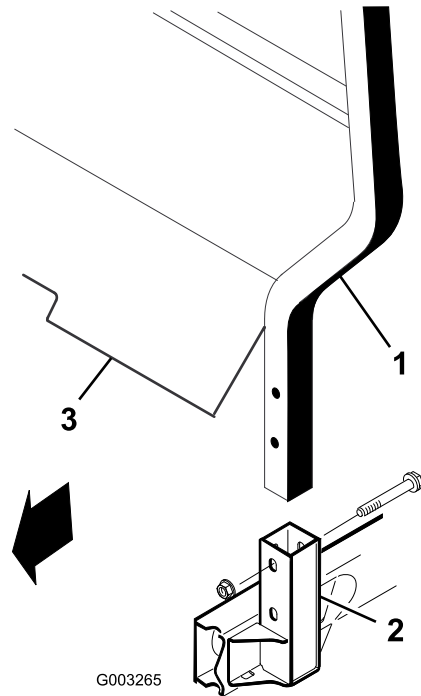

Figura 8
1. Introduza cada um dos lados do ROPS no suporte de montagem em ambos os lados do chassis do veículo, colocando o ROPS como indicado em Figura 8.